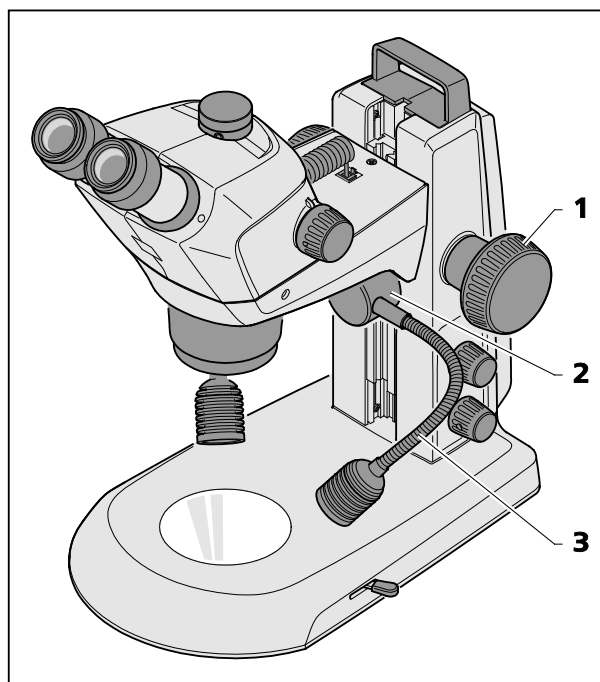

Fig. 22 Lâmpada spot duplo
- Deslocar o corpo de microscópio mediante o botão de focalização (Fig. 22/1) à posição superior. Empurrar a lâmpada spot duplo (Fig. 22/2), na sua guia, à altura desejada.
- Dobrando os dois cabos de fibra de vidro (Fig. 22/3), regular os spots de maneira que o objeto seja iluminado ótimamente.